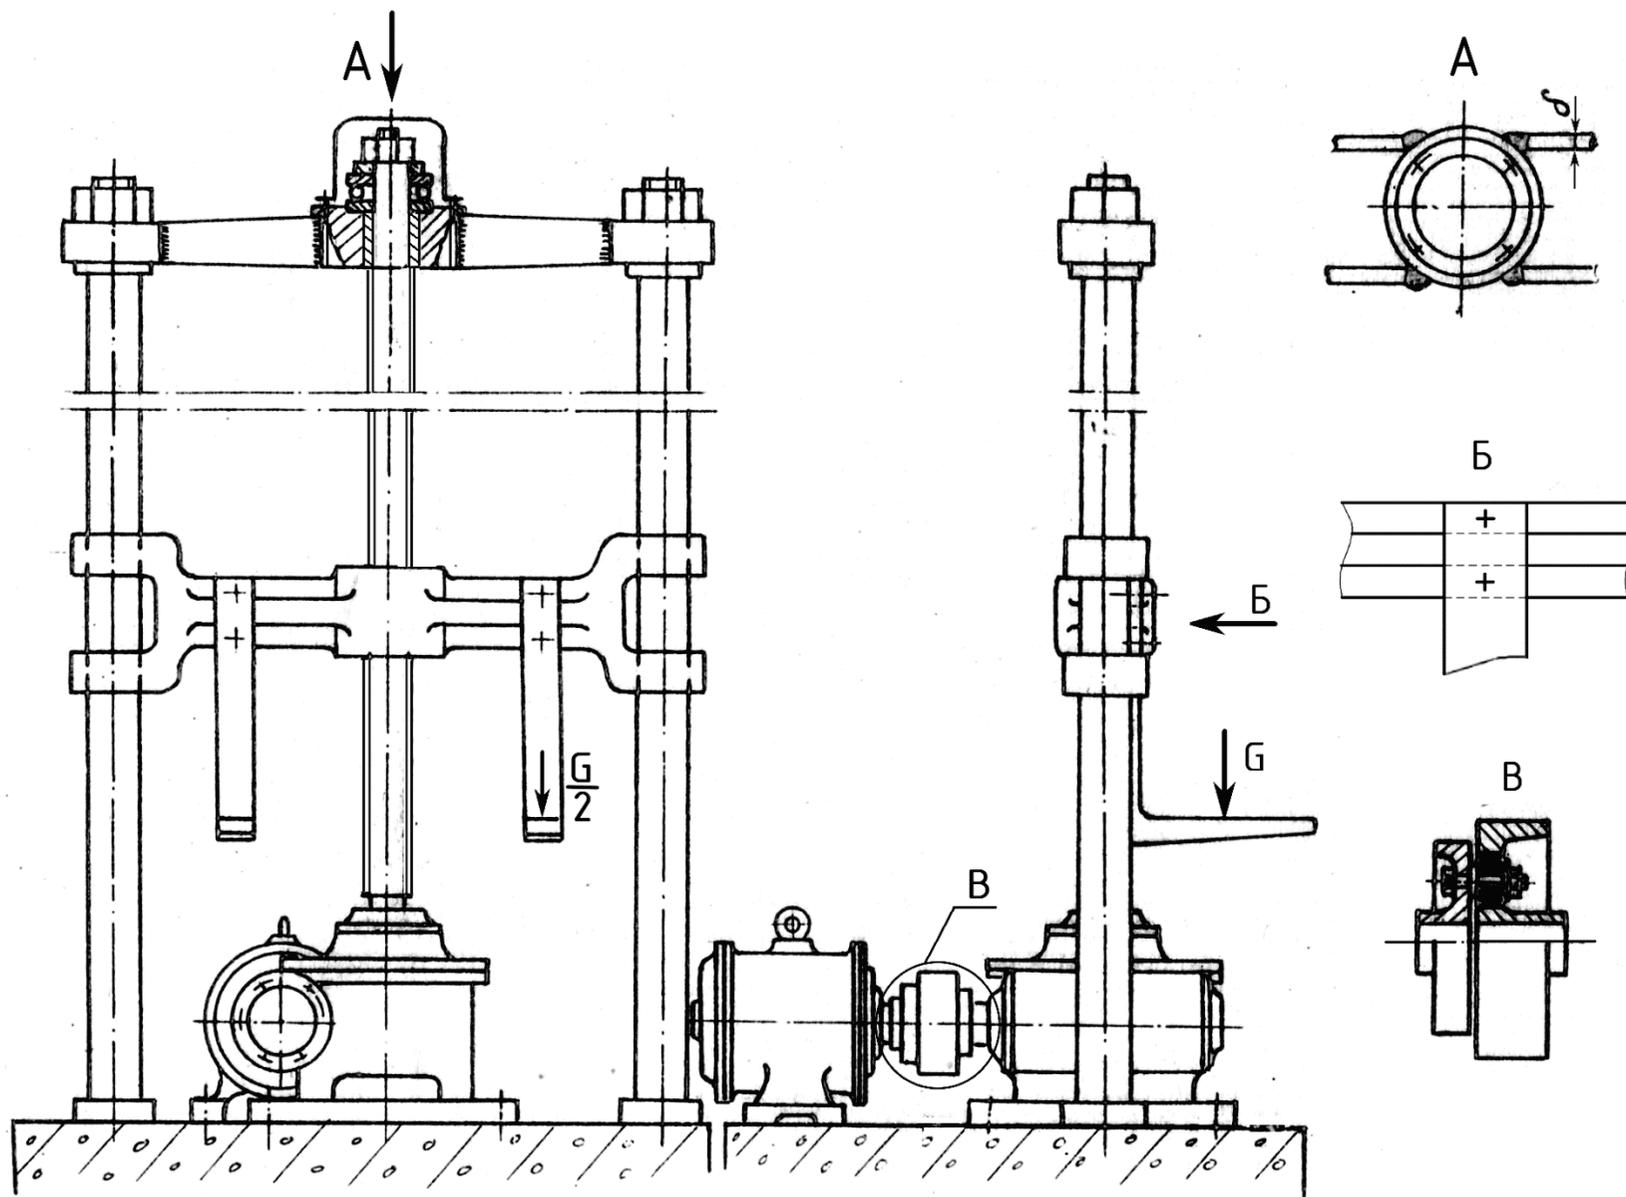

Рисунок 2 – Винтовой стационарный подъемник
11. При известном весе груза  $G = 20$  кН определить необходимый вращающий момент на валу электродвигателя  $T_{дв}$  винтового погрузчика (рис. 2). Размерами винта и параметрами червячного редуктора задаться. Трением между колоннами и кареткой пренебречь.
12. При известном весе груза  $G = 30$  кН проверить прочность сварного соединения верхней траверсы погрузчика (рис. 2, узел А). Материал элементов траверсы – Ст3. Размерами сварного узла задаться.
13. При известном весе груза  $G = 30$  кН проверить прочность винта и гайки стационарного погрузчика (рис. 2). Размерами и материалами винта и гайки задаться.
14. При известных мощности  $P_{дв} = 5,5$  кВт и частоте вращения двигателя  $n_{дв} = 950$  мин-1 проверить прочность элементов упругой втулочно-пальцевой муфты (рис. 2, узел В). Размерами муфты задаться.
15. Проверить на прочность направляющие колонны, если известен вес поднимаемого груза  $G = 30$  кН (рис. 2). Диаметром, длиной и материалом колонны задаться. Изгибающий момент от веса груза не учитывать.
16. Рассчитать болты крепления захватов к траверсе (рис. 2, узел Б). Вес груза  $G = 20$  кН, материал болтов – сталь 35. Болты установлены с зазором и без зазора.